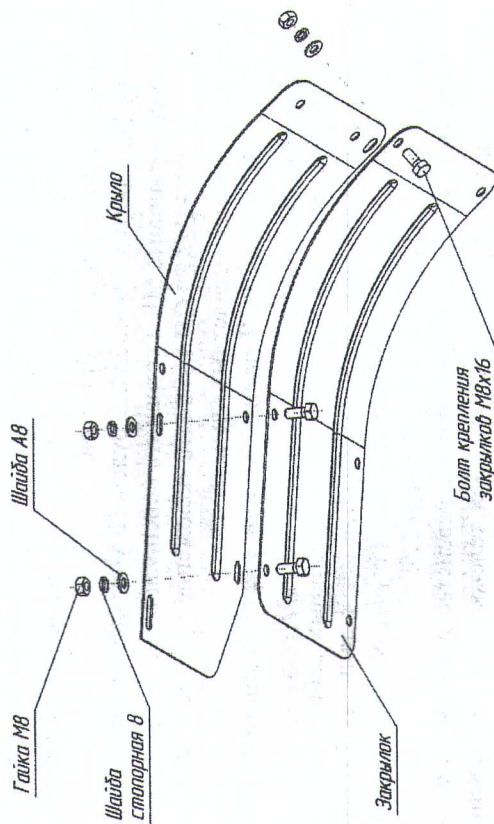

Рис.4. Схема крепления закрывков (дополнительных крыльев)
- 7) При работе с фрезами культиваторами необходимо установить закрылки (рис.4).